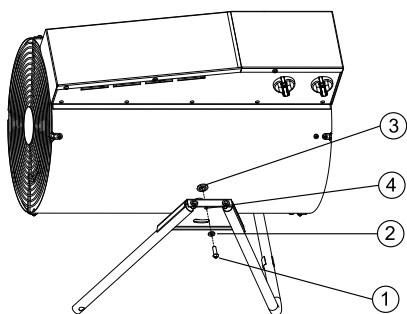

Рис.6
Установить тепловую пушку на заднюю решетку, как показано на Рис.6.
Совместить отверстие в опоре (4) с верхней резьбовой гайкой (3) на корпусе прибора и закрутить винт М6х20 (1) с шайбой (2) с обеих сторон теплоленты лямора (Рис.6).